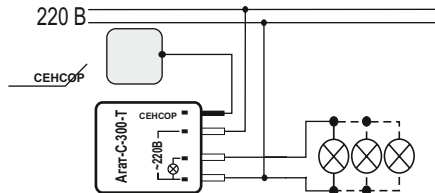
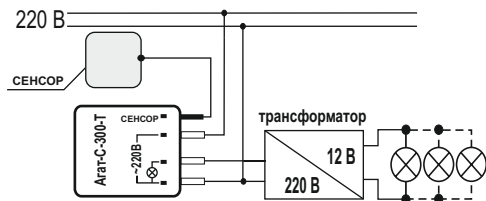

Рис.1. Схема монтажа для ламп 220 В
Рис.2. Схема монтажа для ламп 12 В
6.1. Установку светорегулятора «Агат-С-300-Т» производить в общем случае согласно схемам (рис. 1 и рис. 2).